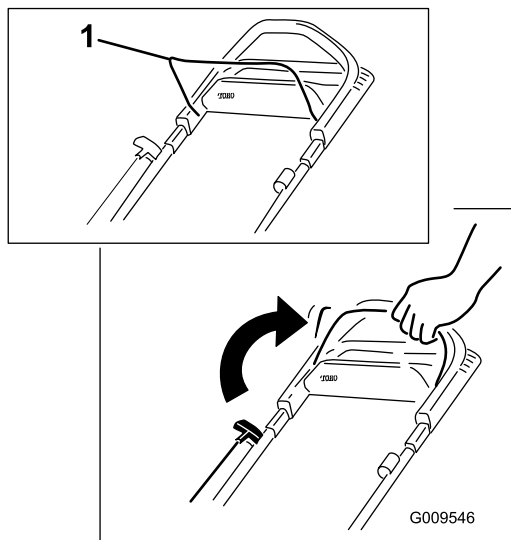

Figure 14
1. Serrez et maintenez la barre de commande de la lame contre le guidon (Figure 14).